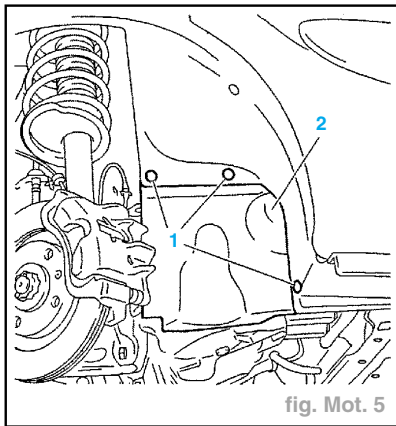

fig. Mot. 5
- Déposer (fig. Mot. 5) :
- les pions plastique (1),
- le pare-boue (2).